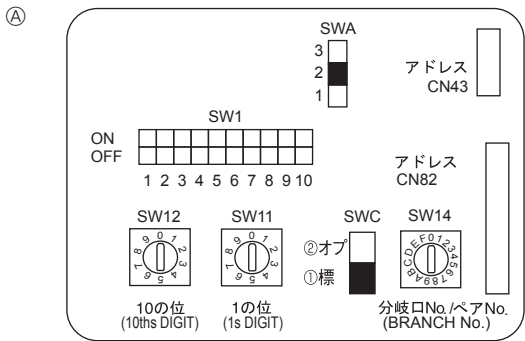

Fig. 6-6
6.4. Configuration des adresses (Fig. 6-6)
- ① Comment régler les adresses
④ Tableau d'adresses
6.5. Réglage des interrupteurs pour différentes hauteurs de plafond(Fig. 6-6)
6.6. Détection de la température ambiante à l'aide du capteur intégré de la commande à distance (Fig.6-6)